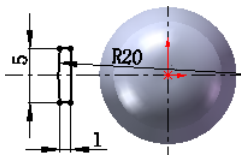

图 3.31.10 草图 5
Step9. 创建图 3.31.10 所示的草图 5。选择下拉菜单 **插入(I)** → **草图绘制** 命令, 选取基准面 2 作为草图基准面, 绘制图 3.31.10 所示的草图。